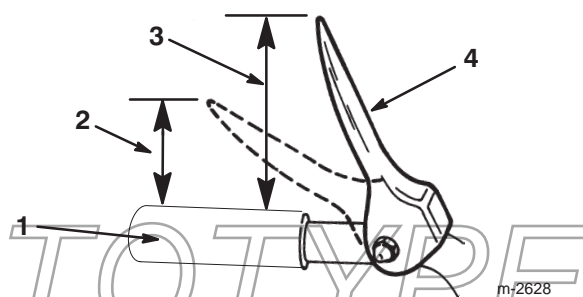

Figure 12
- Vérifiez la distance entre l'extrémité de la manette de tarière/roue hélice et le haut de la poignée du mancheron. L'écartement doit être d'environ 10 centimètres, comme illustré dans la Figure 12.
résistance **commence** à augmenter quand le bout de la manette de commande de tarière/roue hélice se trouve à 5 cm du haut de la poignée (Fig. 12).